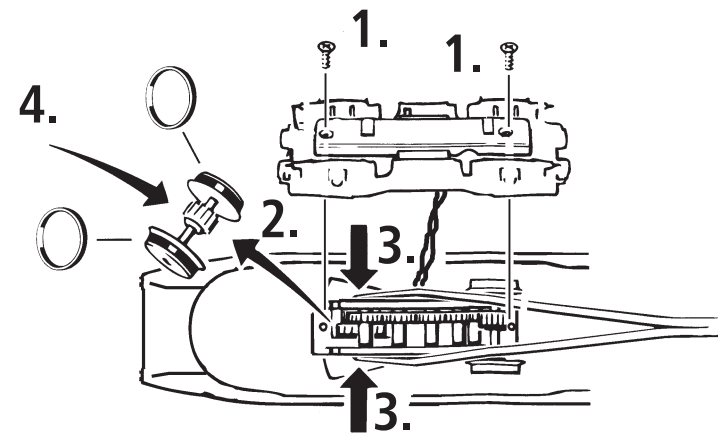

Fig. 8
Ausführung für Wechselstrom: siehe Fig. 8
A.C. operation: see fig. 8
voir fig. 8